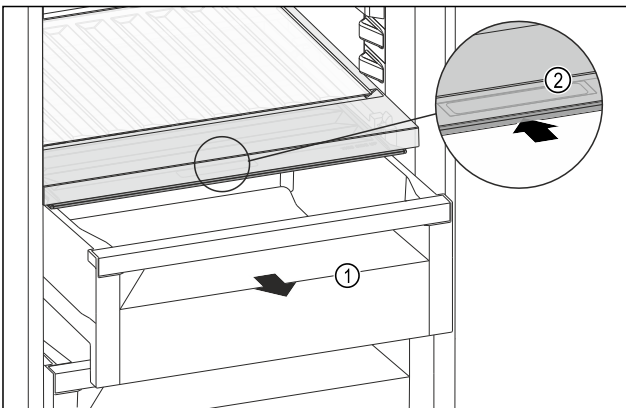

Fig. 118
- ▶ 拉出抽屉 Fig. 118 (1)。
- ▶ 抓住抽屉盖上的内嵌式拉手 Fig. 118 (2)，并同时向后推入抽屉盖。